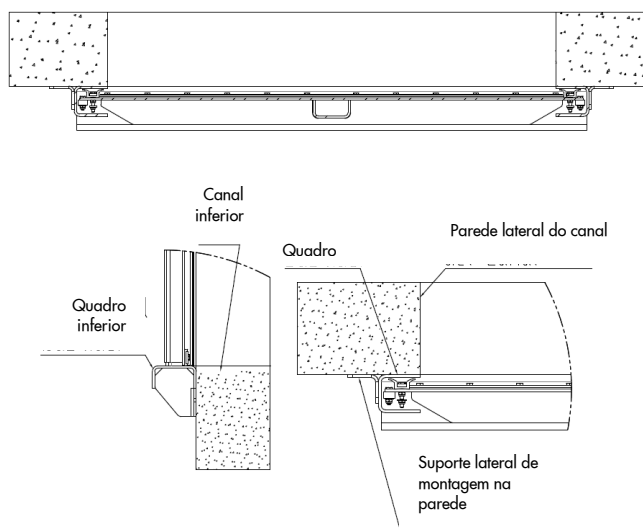

Figura 10
- Posicione a comporta contra a parede e alinhe-a com a abertura (ver Figura 10). A comporta deverá estar na posição fechada